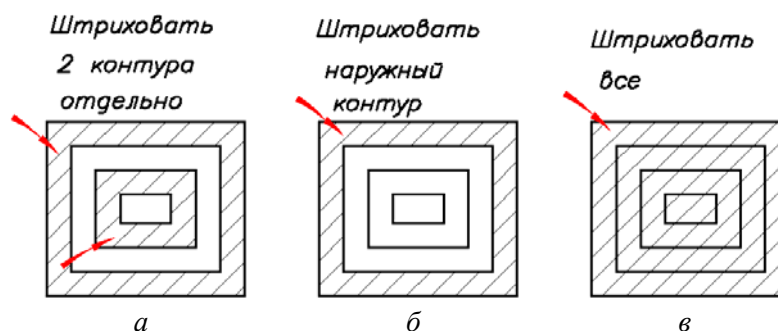

Рис. 2.22
В следующем примере нужно заштриховать три квадратных объекта (рис. 2.22). Для выборочного штрихования отдельных контуров на одном объекте используется дополнительная вкладка **Островки** диалогового окна **Штриховка и градиент**.
Для штрихования двух контуров на первом объекте (рис. 2.22, а) необходимо выполнить следующие операции:
4. Перевести курсор к полю **Контур**, нажать кнопку **Добавить: Точки Выбора**. После этого происходит возврат к чертежу, на котором нужно указать точку внутри области штрихования на внешнем контуре (как указывает верхняя стрелка на рис. 2.22, а) и нажать на клавиатуре клавишу **Enter**. На экране вновь появится диалоговое окно **Штриховка и градиент**, здесь нужно просто нажать кнопку **ОК**. Выбранные контуры будут заштрихованы, как показано на рис. 2.22, а.
Для штрихования наружного контура на втором объекте (рис. 2.22, б) нужно выполнить приведенные выше п.п.1–4, только в п. 3. выбрать тип отображения островков **Внешний**. В этом случае штрихуется самая крайняя из вложенных областей.
Для сплошного штрихования объекта, показанного на рис. 2.22, в, нужно также выполнить приведенные выше п.п.1–4, только в п. 3. выбрать тип отображения островков **Пропустить**. В этом случае игнорируются контуры внутренних вложенных областей и штрихуется вся площадь, ограниченная контуром внешней области.